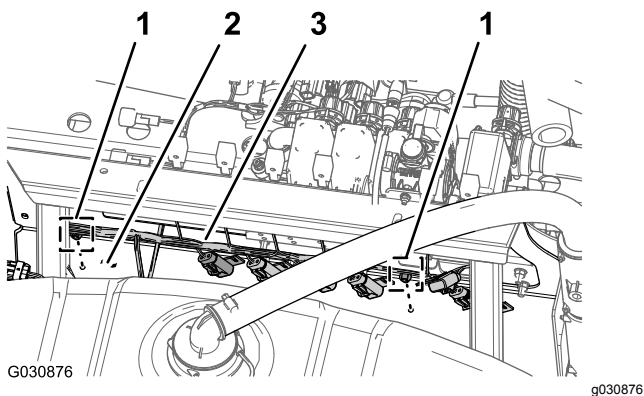

Figure 56
3. Retirez la fixation à pression qui fixe le faisceau arrière dans les trous sur le côté avant du support de collecteur (Figure 56).